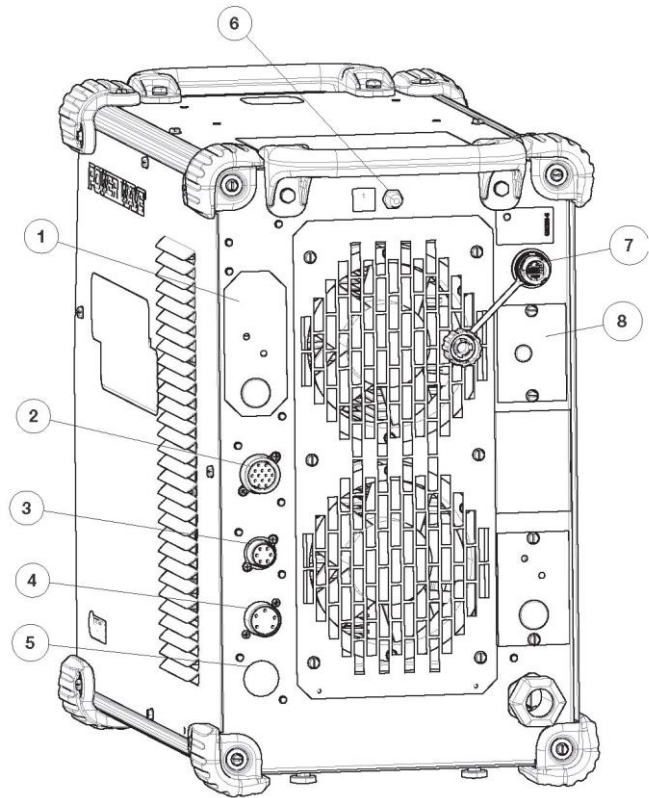

FIGURA B.2A
8. **CONNETTORE I/O interno** - Morsettiera per effettuare semplici connessioni del segnale d'ingresso. (Vedere Figura B.2A)